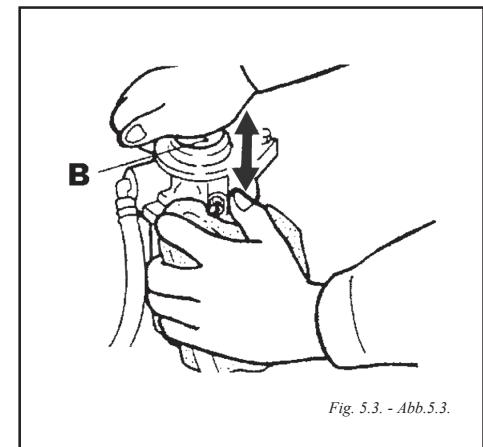

Fig. 5.3. - Abb.5.3.
- Accionar la bomba de cebado (B) (Fig 5.3).
- Operate the priming pump (B) (Fig. 5.3)
- Actioner plusieurs fois, le levier de la pompe d'alimentation (B) (Fig. 5.3)
- Azionare la pompa di spurgo (B) (Fig. 5.3.).
- Betätigen Sie mehrmals das Hebelchen an der Kraftstoffpumpe (B) (Abb. 5.3.).